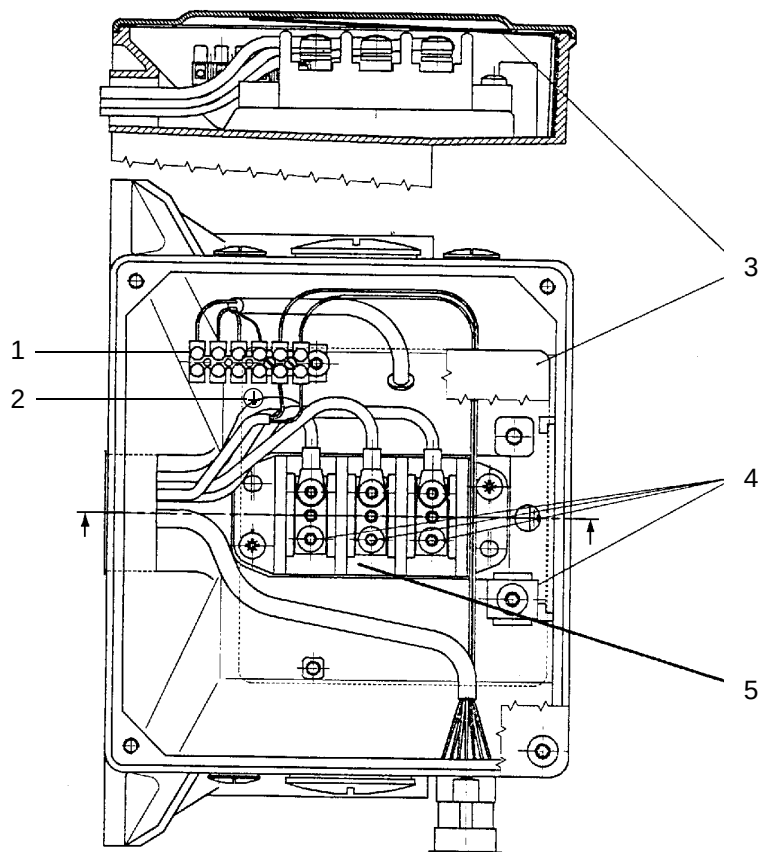

Fig. 5 Raccordement électrique
Risque de décharge électrique ! Le film isolant dans la boîte à bornes Fig. 5 est destiné à empêcher les amorçages avec le couvercle et ne doit par conséquent pas être retiré !
- Déposer le couvercle de la boîte à bornes et débrancher les conducteurs du moteur ainsi que les conducteurs de la sonde de température au niveau du bornier (Fig. 5).